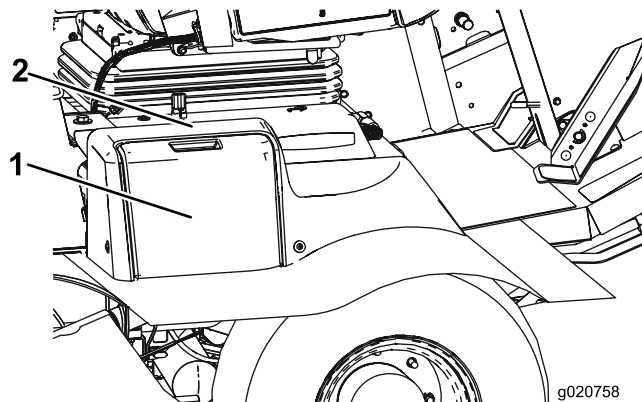

Figura 53
1. Abra la tapa de la batería, situada en el lado de la cubierta (Figura 53).
**Nota:** Presione hacia abajo sobre la superficie plana situada encima de la tapa de la batería para facilitar la apertura de la tapa (Figura 53).